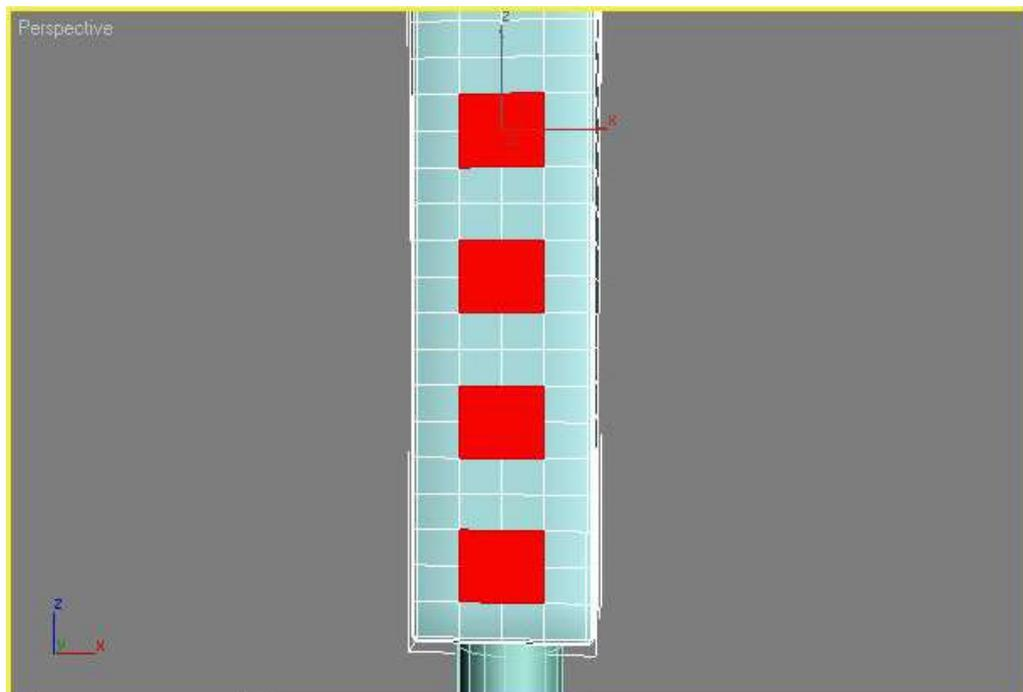

Рис. 46 – Выделенная область в режиме редактирования **Polygon** (Полигон)
5. Переключитесь в режим редактирования **Polygon** (Полигон). При этом выделенная область будет выглядеть так, как изображено на рис. 46.